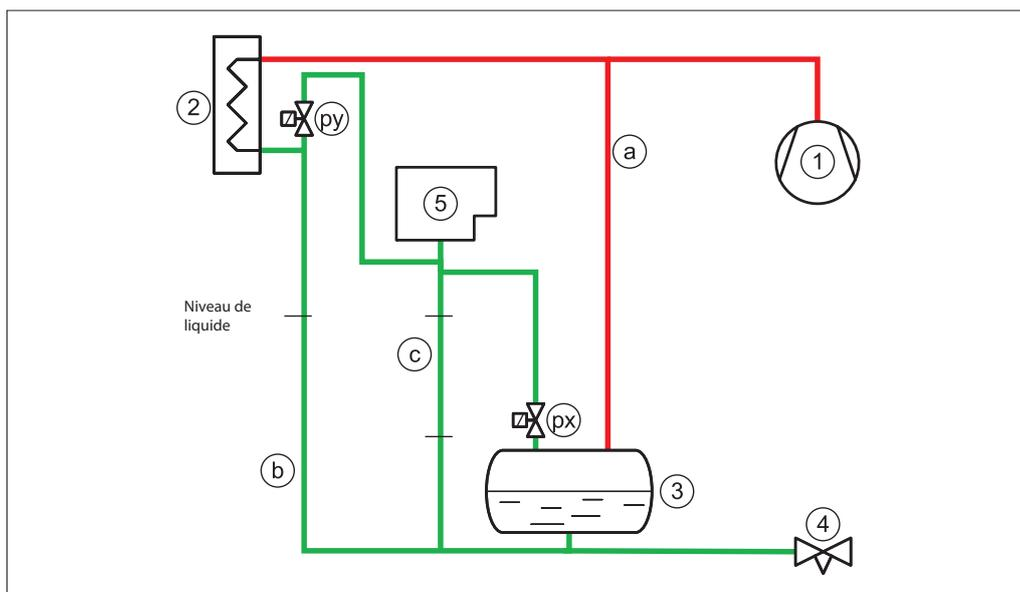
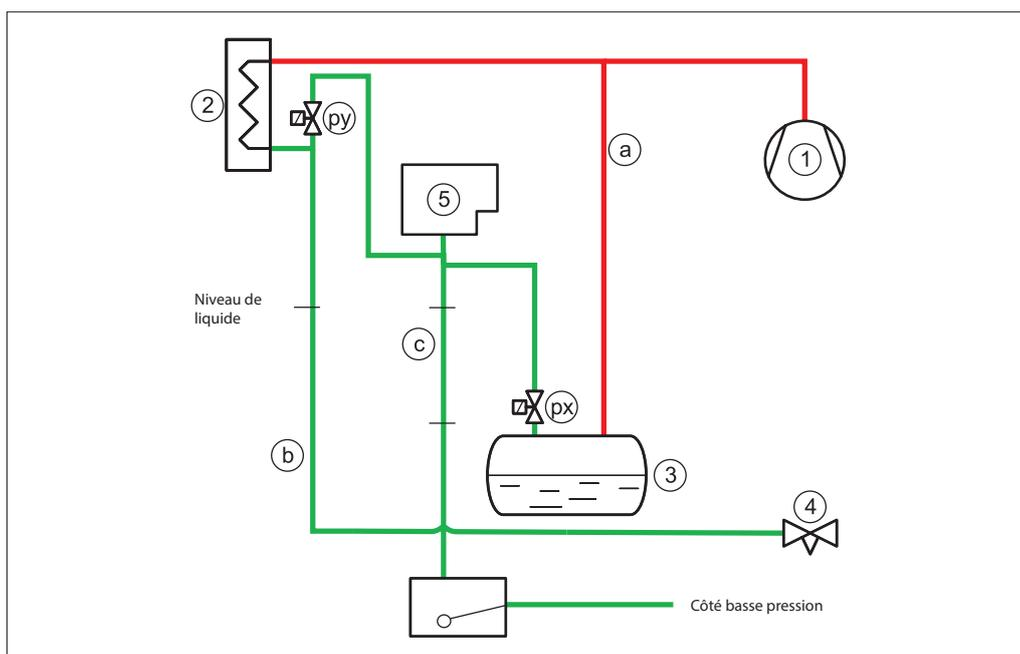

Fig. 6 Raccords de purge (px) et (py). La canalisation de vidange (c) doit être en pente verticale/descendante
Fig. 7 Raccords de purge (px) et (py). La canalisation de vidange (c) doit être en pente verticale/descendante
Les emplacements corrects pour raccorder le purgeur d'air à l'installation à l'ammoniac sont les suivants : (Voir Fig. 6 et Fig. 7)
Il est également possible de vidanger efficacement le liquide du purgeur d'air via une vanne à flotteur HP (6) vers le côté basse pression (voir Fig. 7).